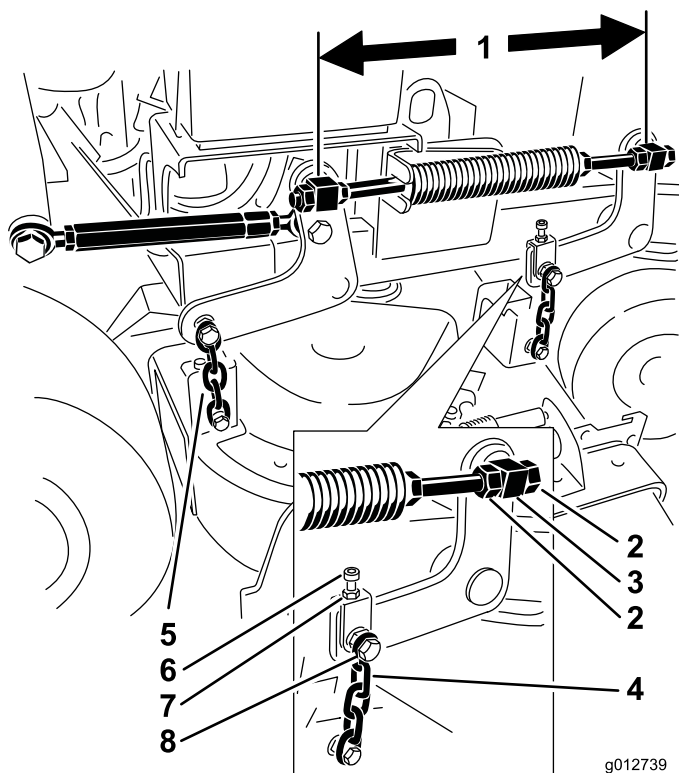

Figura 82
6. Compruebe la distancia entre los pivotes; mida del centro de un pivote al centro del otro (distancia entre centros) en la varilla roscada. Esta distancia debe ser de 49,5 cm para plataformas de corte de 91 cm y de 43,7 cm para carcasas de corte de 102 cm (Figura 82).
9. Utilice las contratuercas del pivote delantero para ajustar la longitud entre los pivotes delantero y trasero en ese lado (Figura 82).
11. Utilice el perno de ajuste para obtener la misma tensión en ambas cadenas delanteras (Figura 82).
5. Afloje la tuerca del perno superior de la cadena y la contratuerca del perno de ajuste (Figura 82).
6. Apriete o afloje el perno de ajuste para obtener una distancia de 6 a 10 mm menos en la parte delantera, en **A**, que en la parte trasera, en **B** (Figura 82).